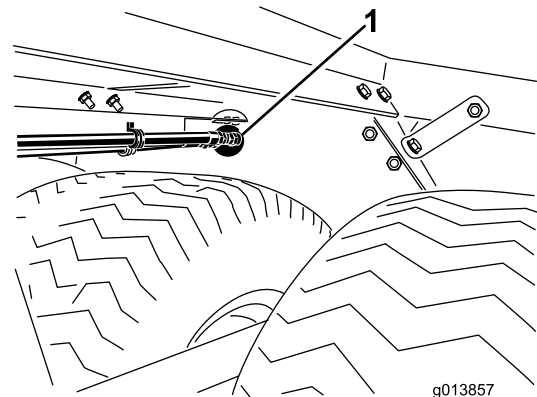

Bild 2
5. Stellen Sie sicher, dass die Zulauf- und Auslaufanschlusstücke und die Befestigungshalterung der Schlauchführung ungehindert in die runden Löcher in der Chassissrückwand des ProPass passen (Bild 2).